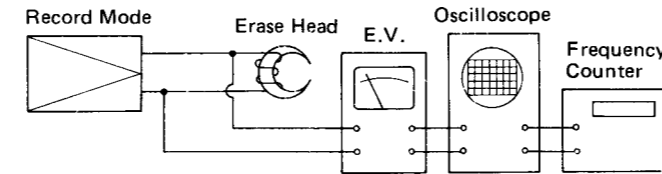

Figure 11-1
1. Make connection of instruments as shown in Fig. 11-1.
1. Die Instrumente gemäß Abb. 11-1 anschließen.
1. Raccorder les instruments comme le montre la Fig. 11-1.